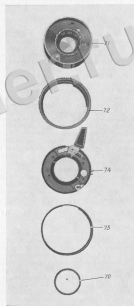

Рис. 9
Отвернуть кольцо 70 (специальный ключ «Сигма-Рамка» Ю-42.31.280 В-2 (см. рис. 9).
Завести основание 74 (см. рис. 9) с клавишем в кольцо 73 символов погоды.
5.10. Отрегулировать разворотом колыда 73 (см. рис. 9) положение марок так, чтобы при установке выбранной выдержки марка перекрывала только одно окно, соответствующее установ-